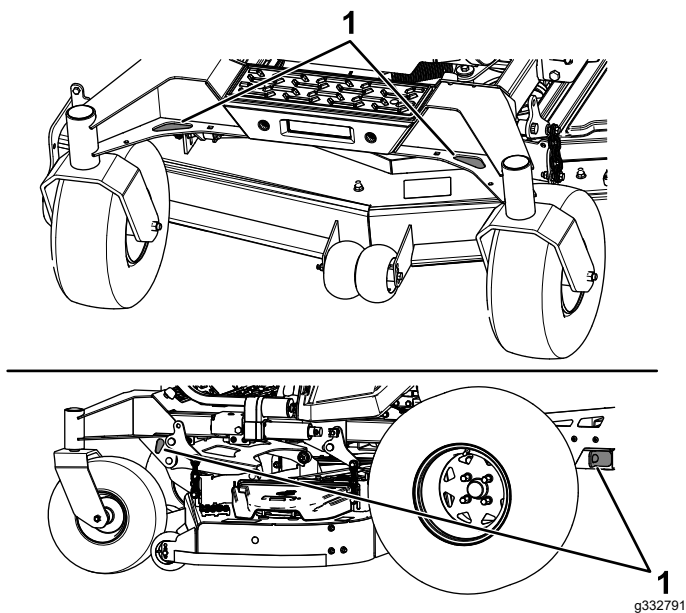

Figure 33
6. Arrimez la machine près des roues pivotantes avant et du cadre arrière à l'aide de sangles, chaînes, câbles ou cordes (Figure 33). Reportez-vous à la réglementation locale concernant les exigences en matière d'arrimage.